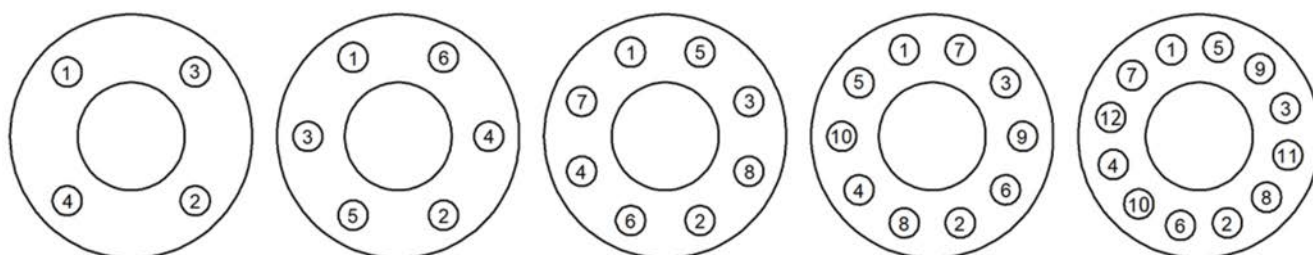

Fig. 2 Secuencia de apriete
Para garantizar la uniformidad de la carga y la alineación, los tornillos de las bridas se deben apretar de forma gradual y en secuencia cruzada, como se indica en la «Fig. 2»
- ♦ Aflojar la tuerca (10) y desatornillar por completo las tuercas (15).
- ♦ Separar el grupo de la tapa (9) del cuerpo de la válvula (1).
- ♦ Sacar el obturador completo (3) de la tapa (9).
- ♦ Si es necesario, desatornillar el asiento (2) usando las llaves adecuadas.
- ♦ Insertar en la tapa (9) el obturador nuevo, teniendo cuidado de lubricar el vástago con aceite de silicona.
- ♦ Reemplazar siempre la junta del cuerpo (11) limpiando con cuidado la superficie de asiento.
- ♦ Apretar las tuercas (15) de forma gradual y en secuencia cruzada, como se indica en el ejemplo en la «Fig. 2» del párrafo 2.01, usando los pares indicados en el capítulo 5.
- ◆ Aflojar la tuerca (10) y desatornillar por completo las tuerzas (15).
- ◆ Separar el grupo de la tapa (9) del cuerpo de la válvula (1).
- ◆ Sacar el obturador completo (3) de la tapa (9).
- ◆ Quitar la jaula bloqueo del asiento (13).
- ◆ Si es necesario, quitar y reemplazar el asiento (2).
- ◆ Insertar en la tapa (9) el obturador nuevo, teniendo cuidado de lubricar el vástago con aceite de silicona.
- ◆ Reemplazar siempre la junta del cuerpo (11) y la junta del asiento (14) limpiando con cuidado la superficie de asiento.
- ◆ Apretar las tuercas (15) de forma gradual y en secuencia cruzada, como se indica en el ejemplo en la «Fig. 2» del párrafo 2.01, usando los pares indicados en el capítulo 5.
- ♦ Separar el grupo de la tapa (9), la cámara de balanceado (7), el obturador completo (3) y el pistón de balanceado (8) del cuerpo de la válvula (1).
- ♦ Quitar la eventual jaula (5).
- ♦ Reemplazar la junta de cierre del pistón de balanceado (8) desatornillando la tuerca (16).
- ♦ Si es necesario, desatornillar y reemplazar el asiento (2) usando las llaves adecuadas.
- ♦ Reemplazar siempre las juntas del cuerpo (11) limpiando con cuidado la superficie de asiento.
- ◆ Aflojar la tuerca (10) y desatornillar por completo las tuercas (15).
- ◆ Sacar el pasador (17) y desatornillar el obturador (3).
- ◆ Si es necesario, desatornillar el bloqueo del fuelle (19) y reemplazarlo, sustituyendo también la junta (18).
- ◆ Si es necesario, desatornillar y reemplazar el asiento (2) usando las llaves adecuadas.
- ◆ Reemplazar siempre la junta del cuerpo (11) limpiando con cuidado la superficie de asiento.
- ◆ Apretar las tuercas (15) de forma gradual y en secuencia cruzada, como se indica en el ejemplo en la «Fig. 2» del párrafo 2.01, usando los pares indicados en el párrafo 5.